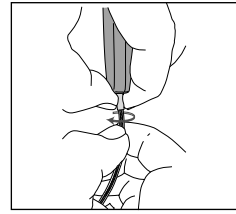

Fig. 7
6. Vri den ytre teflonkabelen fra den svivel kontakten nederst på satellitten. Plasser svivelen i den ene hånden mellom tommelen og pekefingeren og den ytre teflonkabelen i den andre hånden mellom tommelen og pekefingeren, og skru den ytre kabelen ut av svivelkoplingen (mot klokken) (**se fig. 7**). Trekk den indre kabelen utover gjennom svivelen.